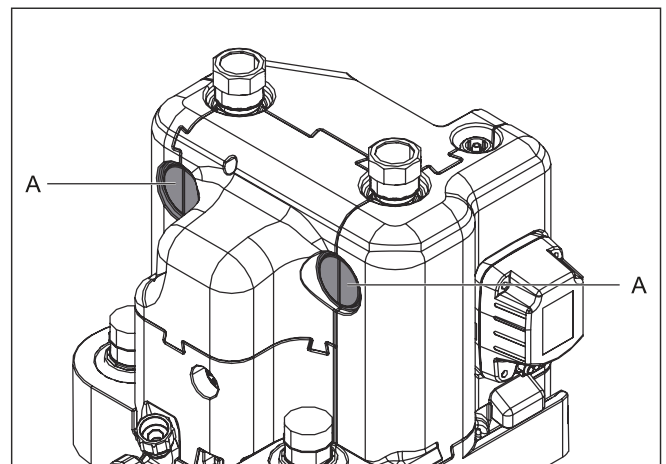

Fig. 24-20 Section isolation thermique
- 16 Découper les passages latéraux de l'isolation thermique (Fig. 24-20, pos. A) avec un outil adéquat.